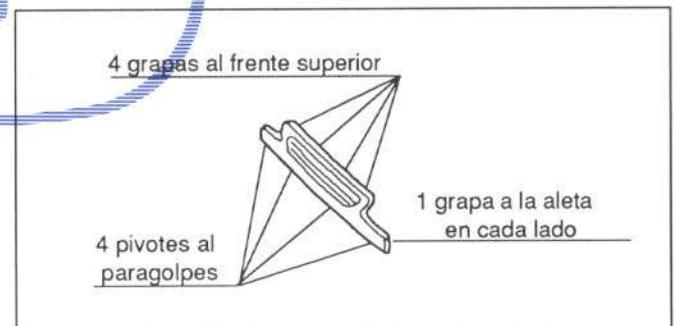

Figura 16.- Fijación de la rejilla frontal
En la figura 16 se muestra su fijación.
- Rejilla frontal (figura 16)